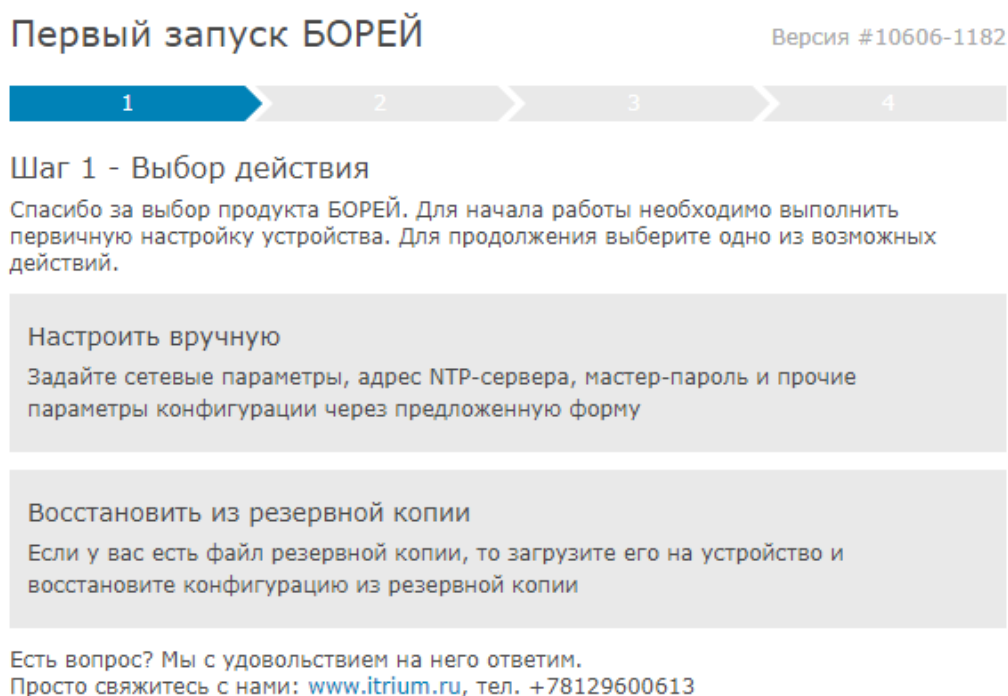

Рисунок 9.32 — Окно мастера первого запуска. Шаг 1
3. Введите в адресной строке браузера ip-адрес, указанный на наклейке на корпусе прибора, например, **10.200.1.125**, нажмите **Ввод** (Enter). Отобразится окно мастера первого запуска (рисунок 9.32).